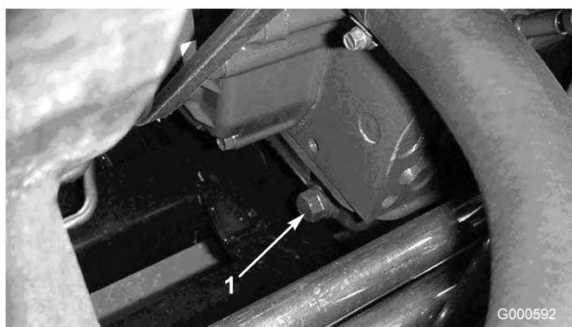

Figura 35
1. Retire o tampão de escoamento traseiro (Figura 35) e deixe o óleo escorrer para um recipiente adequado. Quando o óleo parar, volte a montar o tampão de escoamento.